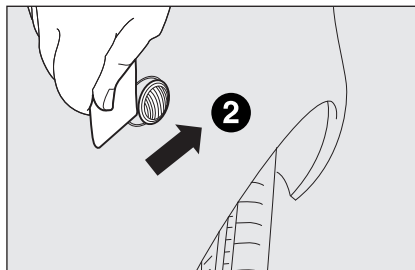

fig. 16b
- successivamente fare leva in direzione opposta agendo dalla parte posteriore (**2**-fig. 16b) ed estrarre il gruppo **B**;